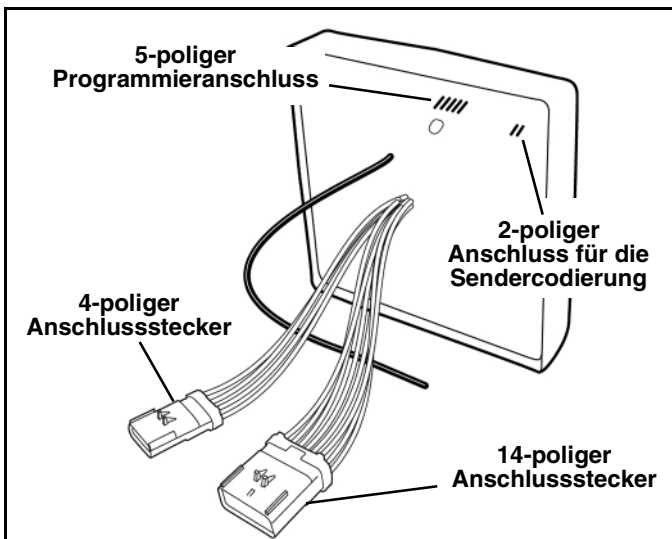

Abb. 1-1
3. Schieben Sie das Empfängermodul in die Führungsschienen der Empfängerhalterung ein, wobei der 5-polige Programmieranschluss oben liegen muss und die freien Leitungen des Empfängers in Richtung Hydraulikbehälter zeigen müssen (Siehe Abb. 1-1 und 1-2).